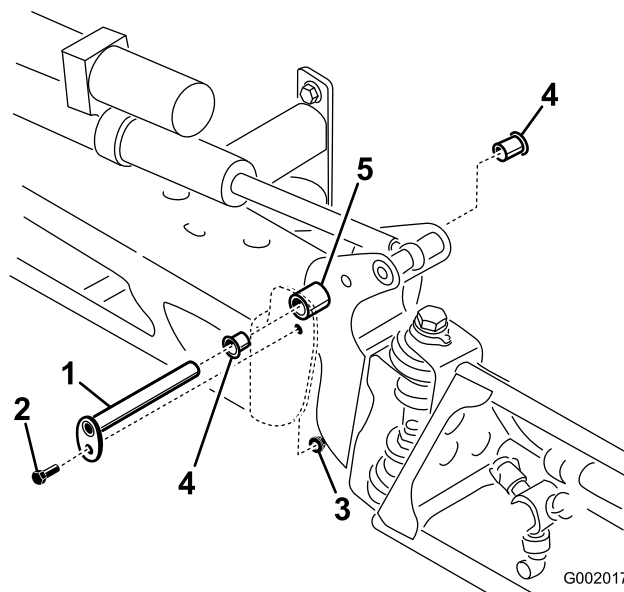

Figure 73
- Lorsque le poids de la rampe est supporté, retirez le boulon et l'écrou de fixation de l'axe de pivot à l'ensemble rampe (Figure 73). Retirez l'axe de pivot.
- Déposez et examinez les bagues en nylon à l'avant et à l'arrière du support de pivot (Figure 73). Remplacez les bagues défectueuses.
- Montez l'ensemble rampe et support de pivot dans le bâti central en alignant les ouvertures (Figure 73).